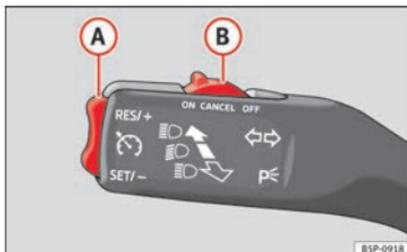

Fig. 135 Palanca de intermitentes y de luz de carretera: conmutador y tecla basculante para el regulador de velocidad.
- Mueva el mando **»» fig. 135 (B)** hacia la izquierda hasta la posición **ON**.